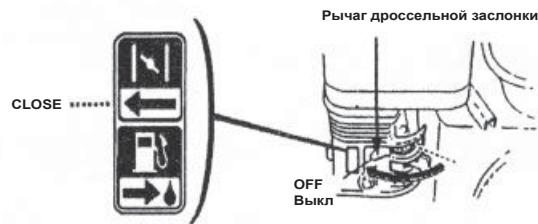

Рис.14
2.Закройте дроссельную заслонку (Установите рычаг в положение «CLOSE» - «Закрыто»). (Рис.14).